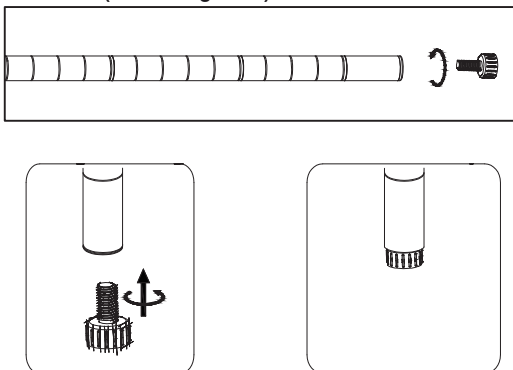

Figure 5
Étape 4: Ajustez les pattes réglables des montants pour mettre l'unité à niveau. (Voir la Figure 5)